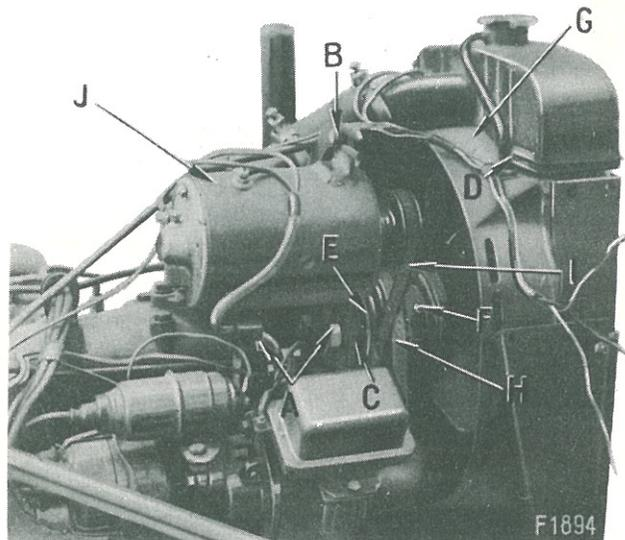

Figure 50.- Courroie de la génératrice
Desserrez les 2 écrous "A" et la vis à tête hexagonale "B" (fig. 50 et 51) pour rapprocher ou éloigner la génératrice du moteur. Une fois la tension de la courroie correctement réglée, serrez les écrous "A" et la vis "B".
2. Desserrez l'axe du ventilateur "C" (fig. 50 et 51) et glissez l'ensemble ventilateur et moyeu à l'arrière de la gorge du support de ventilateur.